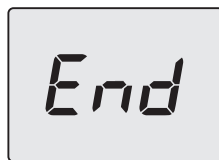

Рисунок 6.12
- При завершении процедуры на дисплее отображается следующее изображение (Рисунок 6.12).